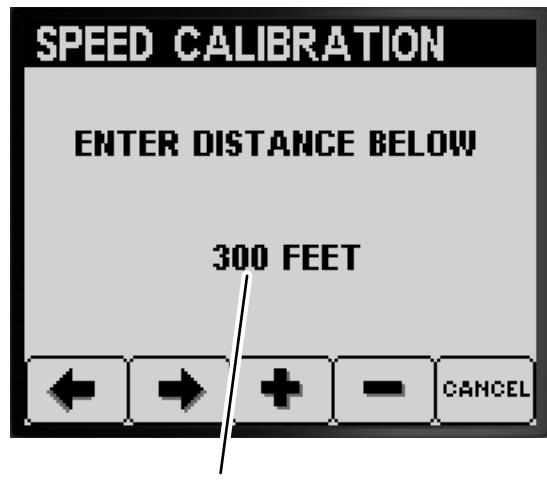

図 65
9. インフォセンターに入力した値を変更したい場合は、ボタン 3 と 4 で変更し、その後にボタン 2 を押す図 65。